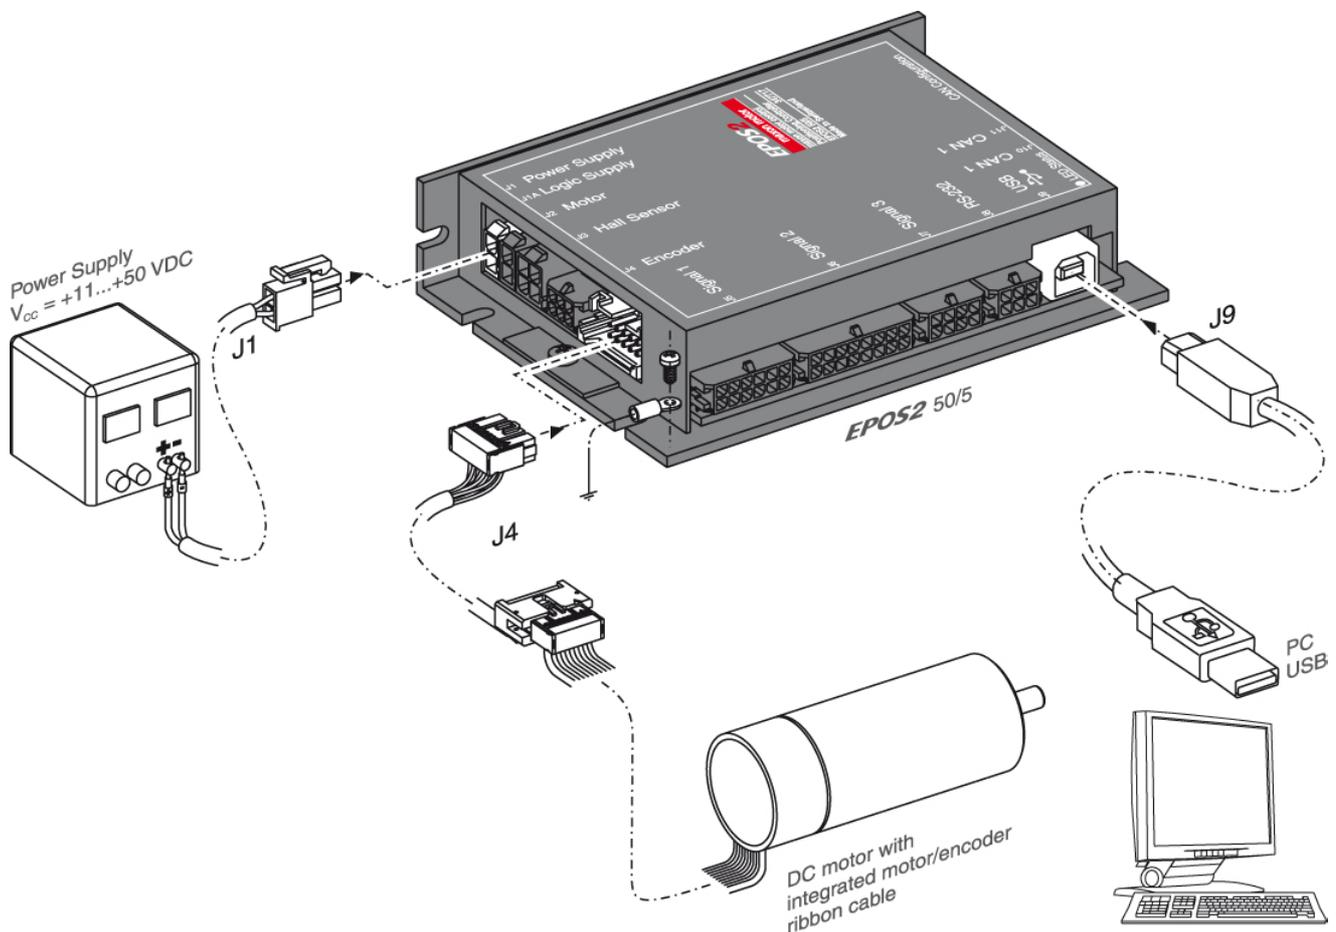

図 3-6 最小限の配線：モータ・ケーブルとエンコーダ・ケーブルがフラットケーブルで統合された maxon DC motor (ブラシ付きモータ)
- 2) 下表および下図をご参考に配線作業を行って下さい。(→ 表 3-7 および 図 3-6)